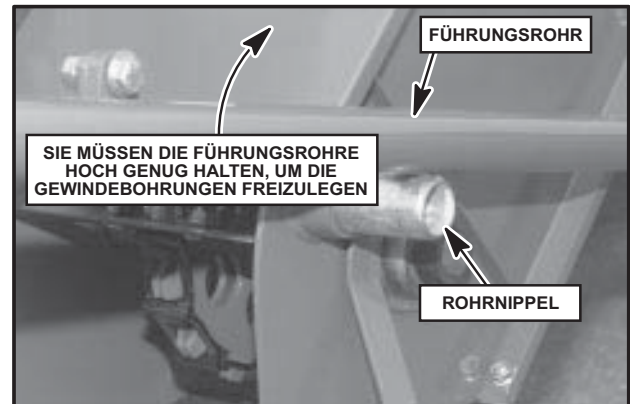

Abbildung 16
1. Heben Sie die Führungsrohre weit genug an, um die beiden Gewindebohrungen auf jeder Seite des unteren Bereichs der Fördervorrichtung freizulegen (siehe Abb. 16).